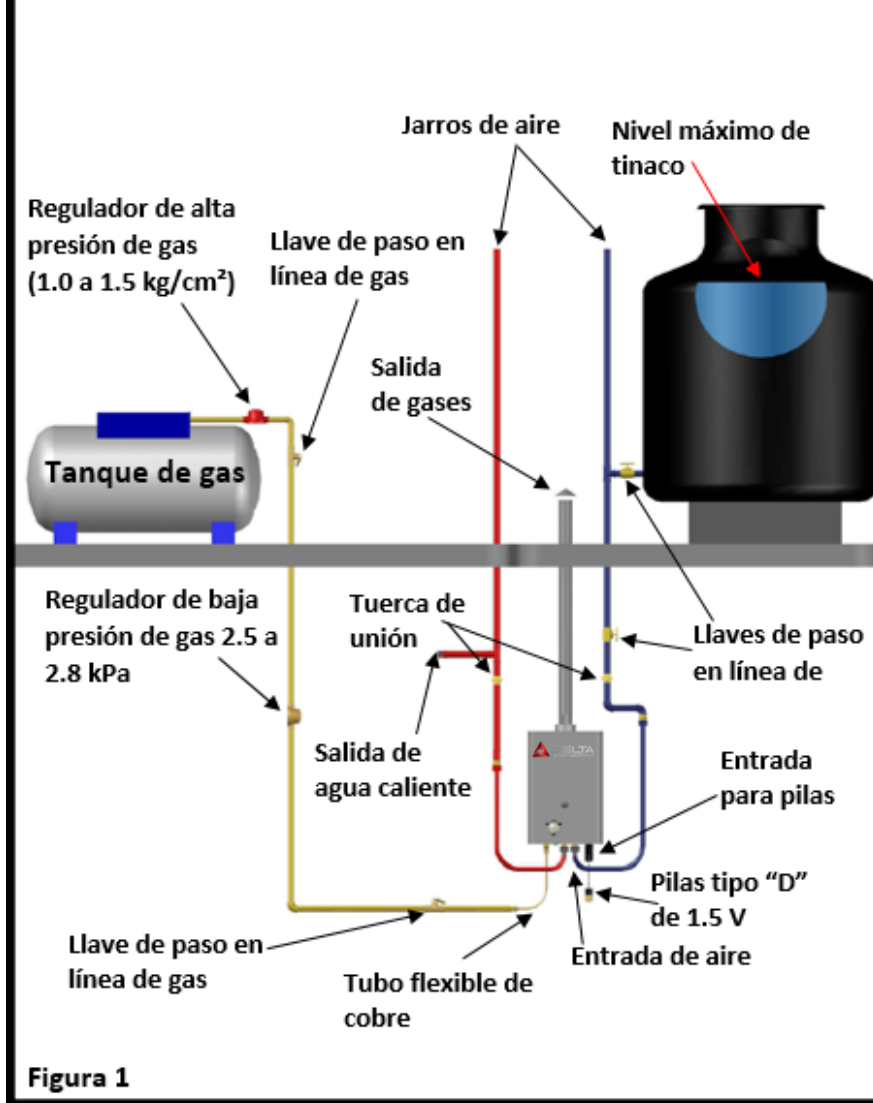

Figura 1
5. Cuando el producto no haya sido operado o instalado conforme al manual de uso y garantía y el diagrama de instalación indicados en la figura 1 o 2 de la página 6 o 7 según corresponda.